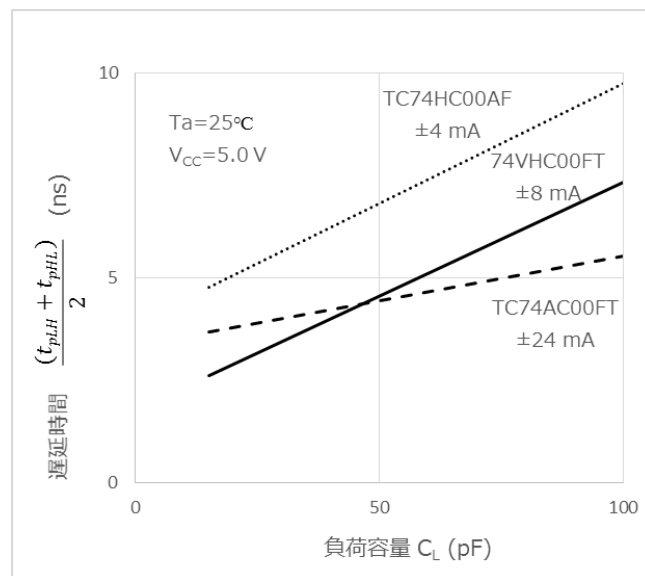

図 1.4 伝搬遅延時間の負荷容量特性
*2：図 1.4 に示すとおり、出力の負荷容量（ C_L ）が 50pF 程度の場合は、伝搬遅延時間に差がないため、AC と VHC の最大動作周波数はほぼ同等です。これらは駆動能力（出力電流）で使い分けます。
伝搬遅延時間は負荷容量依存性があります (図 1.4)。負荷容量 C_L が大きくなると、充放電にかかる時間が長くなるため、伝搬遅延時間は長くなります。
図 1.4 は、5 V 系システムでよく使われる 3 つのシリーズ (AC、VHC、HC) の代表品種での C_L 依存性を示しています。各製品の出力電流は TC74AC00 が ± 24 mA、74VHC00 が ± 8 mA、TC74HC00 が ± 4 mA です。出力電流 (I_{OH} 、 I_{OL}) が大きい製品は、対負荷容量特性が良くなります (C_L の値に対する伝搬遅延時間の変化量は小さい)。ただし、出力電流が大きい製品は出力の立ち上がり立ち下がり時間が短いことから、各種ノイズ (スイッチングノイズ、反射、クロストーク、EMI) は大きくなりますので、選定にあたっては適切な出力電流の製品を選択することが重要です。